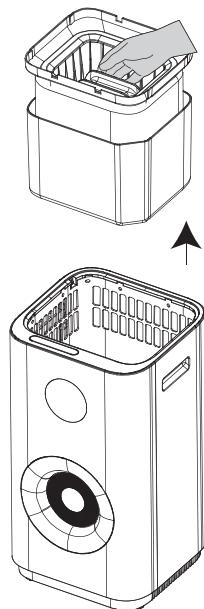

Рис. 3
- Извлеките резервуар для воды с помощью ручки (рис. 3).